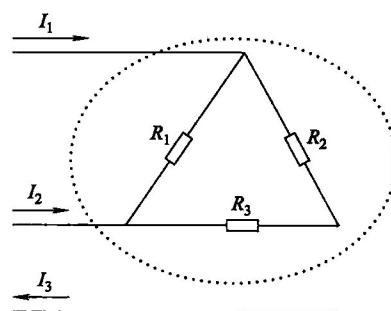

图 1-9 电路
③ 基尔霍夫第一定律的推广形式 基尔霍夫第一定律不仅适用于单个节点，还适用于任意假定的闭合曲面。如图 1-9 所示，电路中的一部分被闭合曲面（虚线所示）包围，在曲面包围的这部分可以把它看作一个“大节点”，流入和流出这个“大节点”的电流也满足基尔霍夫第一定律，即  $I_1 + I_2 = I_3$ 。亦即流入闭合曲线电流之和等于流出该闭合曲线之和。